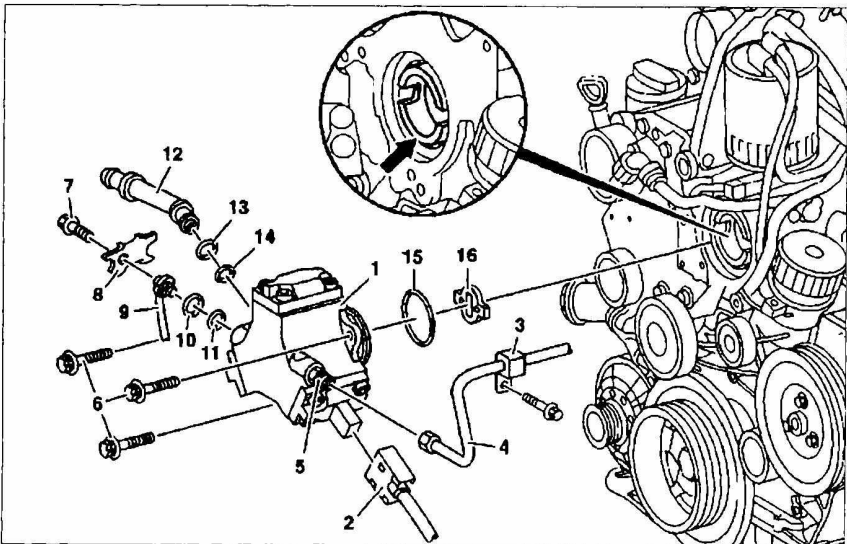

Рис. 24. Снятие и установка топливного насоса высокого давления:
3. Отсоедините разъем проводки **2** от топливного насоса высокого давления **1** (рис. 24).